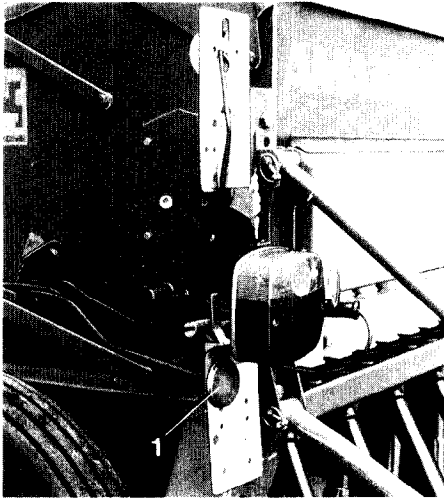
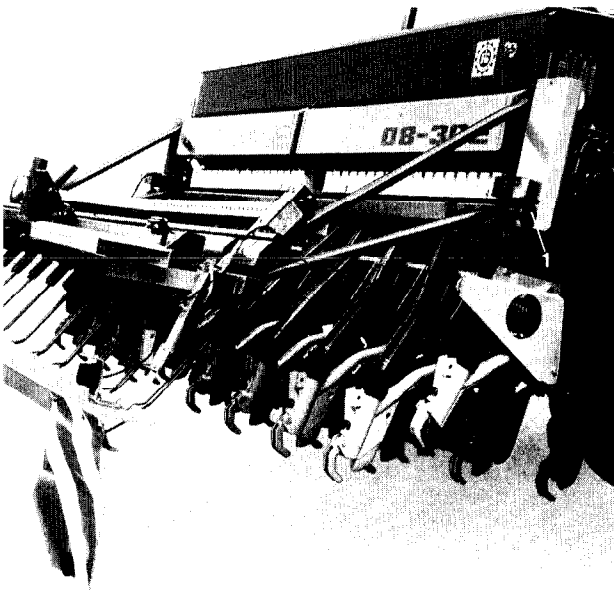

Fig.38
Fig.39
- De voorgeschreven verlichting aanbrengen op de zijdelings bevestigde verlichtingssteunen (Fig. 38) hoog in de rijrichting en laag voor de achterverlichting. De zaaimachine zo hoog oplichten dat de afstand van de rijweg tot de reflectors (Fig.38/1, 39/1) maximaal 90 cm. is. Fig. 39 laat de vastgemonteerde verlichting (bestelnummer 30690) zien die op het land niet wordt afgenomen.